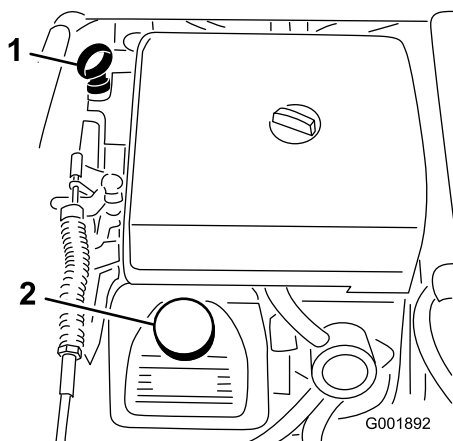

図 20
2. ディップスティックを抜き、ウェスで一度きれいに拭く(図 20)。ディップスティックを、チューブの根元までもう一度しっかりと差し込む。ディップスティックを引き抜いて油量を点検する。
3. 油量が少なければ、バルブ・カバーの上になっている補給口(図 20)を開け、ディップスティックの Full マークまでオイルを補給する；オイルの種類や粘度の選択については「エンジンの保守」の章の「エンジン・オイルについて」を参照。補給するときは、ディップスティックで確認しながら少量ずつ入れる。入れすぎないように注意してください。